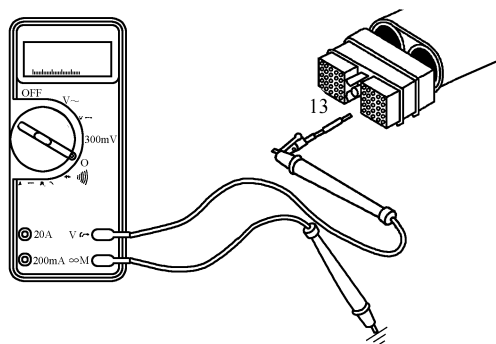
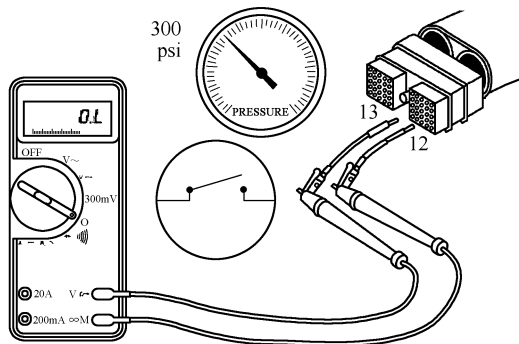

图 5-239 当排出压力低时, 测量触针 13 与接地间的电阻
图 5-240 当排出压力高时，测量触针 13 与触针 12 之间的电阻
② 当空调系统排出压力低时, 测量 ECM 插头触针 13 与接地间的电阻(图 5-239), 万用表必须显示为开路, 电阻大于 $100\text{k}\Omega$ 。如果电路不是开路, 则开关存在对地短路, 应维修或更换执行器线束中连接到触针 13 的导线。
(3) 检查触针之间是否短路
① 拆下执行器线束, 以隔离空调开关电路。当空调系统排出压力高时或 OEM 线束从空调压力开关上断开时, 测量触针 13 与触针 12 之间的电阻, 如图 5-240 所示, 万用表必须显示开路, 电阻大于 $100\text{k}\Omega$ 。